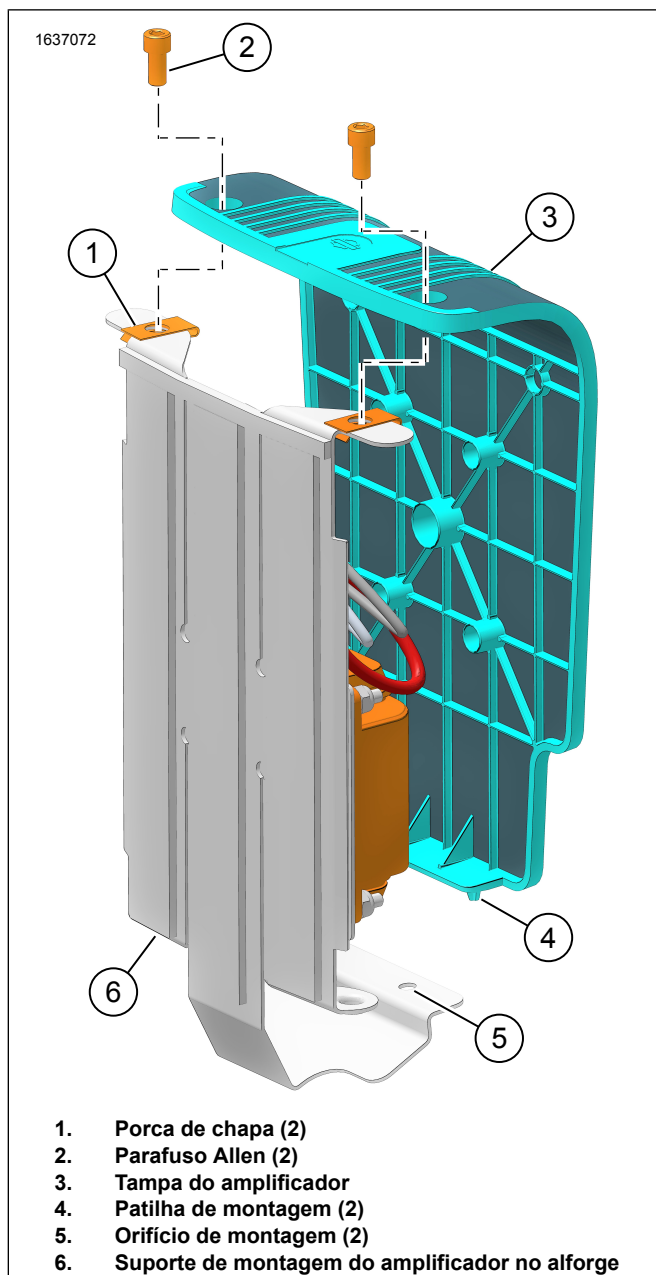

Figura 14. Tampa do amplificador
17. Figura 14 Instale a cobertura do amplificador (3).
18. Instale os parafusos (2). Aperte.